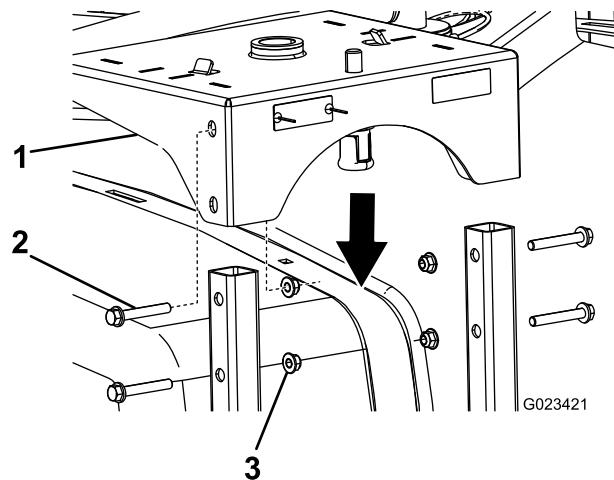

Figura 3
2. Baixe a base do cilindro da tubagem para as estruturas do cilindro da tubagem e prenda-as utilizando 4 parafusos compridos (3/8 pol.) e 4 porcas flangeadas (3/8 pol.) como se mostra na Figura 3.
3. Baixe a base do cilindro da tubagem para as estruturas do cilindro da tubagem e prenda-as utilizando 4 parafusos compridos (3/8 pol.) e 4 porcas flangeadas (3/8 pol.) como se mostra na Figura 3.